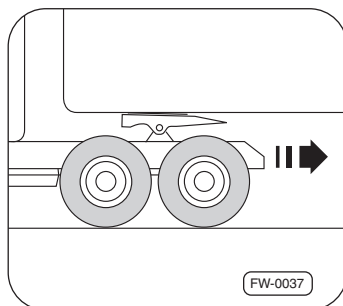

Рис. 13 · Фиксация седельного тягача с седельным прицепом
8. Седельный тягач **медленно переведите назад** таким образом, чтобы зафиксировать седельно-сцепное устройство. Запор фиксируется автоматически ⇒рис. 13.